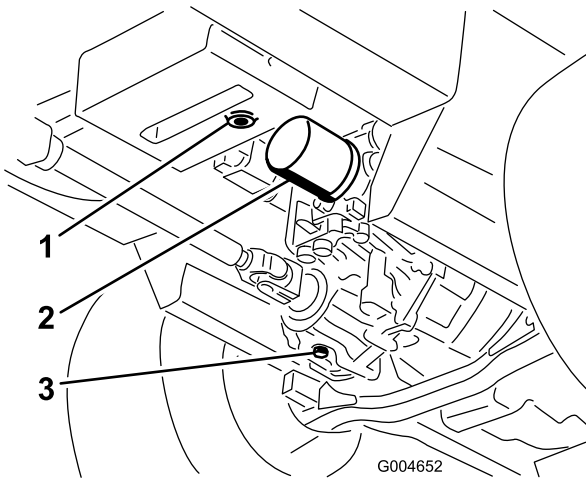

Bild 64
3. Stellen Sie eine große Wanne unter den Hydraulikbehälter und das Getriebe und nehmen Sie die Schrauben ab. Lassen Sie die Hydraulikflüssigkeit ablaufen (Bild 64).
4. Reinigen Sie den Bereich um den Hydraulikölfilter und nehmen Sie den Filter ab (Bild 64).